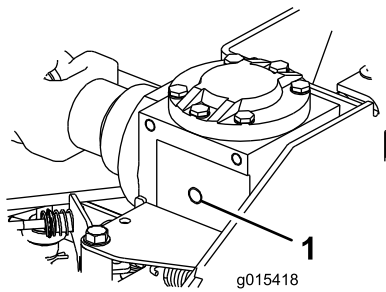

Figura 7
2. Retire el tapón del orificio de llenado de la caja de engranajes y compruebe el nivel de aceite (Figura 7).